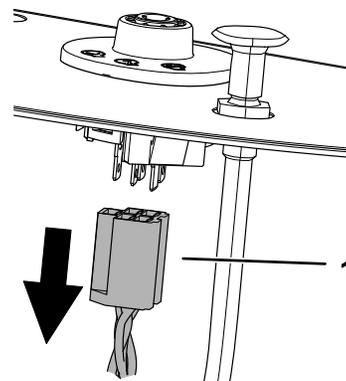

Figura 5
2. Desconecte el arnés de cables del interruptor de encendido (Figura 5).